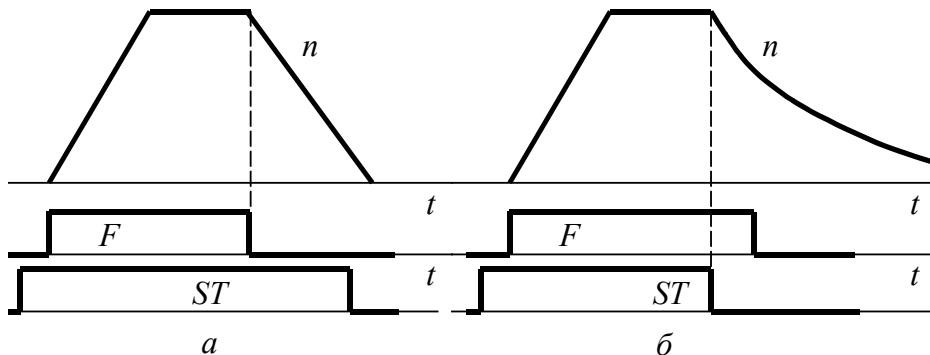

Рис. 5.6 Остановка с заданным темпом (а) и на выбеге (б)
Остановка с заданным темпом (рис. 5.6а) происходит после обнуления логической команды на движение вперед (*F*) или назад (*R*) при активированном состоянии входа *ST*. Темп торможения определяется параметрами *dEC* или *F501* (п. 5.2). Остановка такого рода происходит также после обнуления команды *HD* (49) при двухпроводном управлении (см. п. 5.1). Тормозной момент формируется благодаря переводу двигателя в рекуперативный режим с передачей тормозной энергии в звено постоянного тока ПЧ. При малой величине *dEC* или частых торможениях возможно перенапряжение в звене постоянного тока (см. пп. 7.1, 7.2).
При остановке на выбеге силовые ключи ПЧ закрываются, а двигатель останавливается под действием момента нагрузки или трения в передаче. Темп замедления в процессе остановки непостоянен. Такой режим возможен после обнуления логической команды *ST* (№1), назначенной на логический вход (рис. 5.6б). При выборе макроконфигурации «остановка на выбеге» *AU4=1* (см. п. 5.9) функция *ST* назначается на вход *R* автоматически.